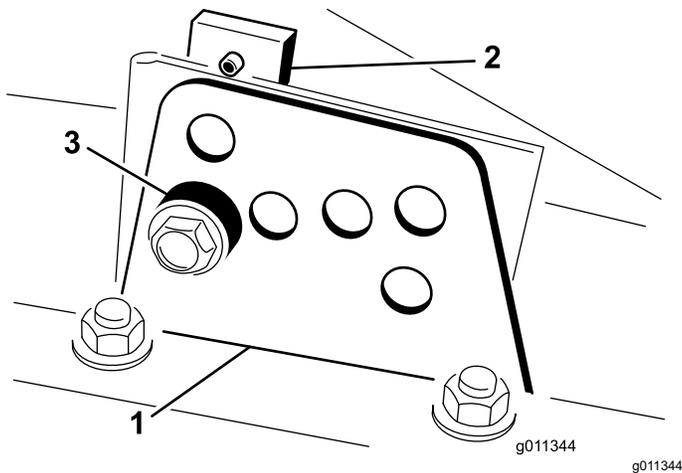

图 6
2. 拧松将各剪草高度支架固定至剪草高度板的螺栓前面和两侧如图 6 所示。
4. 在支撑起切割腔的同时取出隔片 (图 6)。